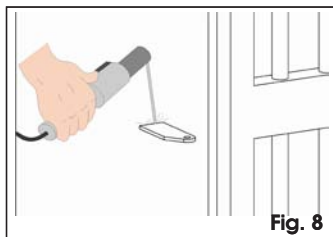

Fig. 8
- a- In geval van ijzeren pilaren moet de beugel rechtstreeks op de pilaar worden gelast (Fig. 8).